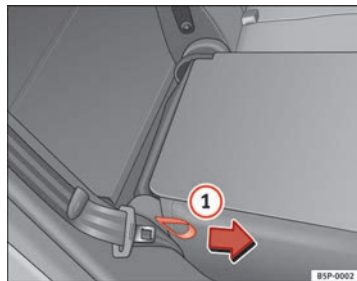

Fig. 100 Ribaltamento in avanti o all'indietro dello schienale dei sedili posteriori
- Tirare la maniglia flessibile posta nella parte laterale del sedile ⇒ fig. 100 ①